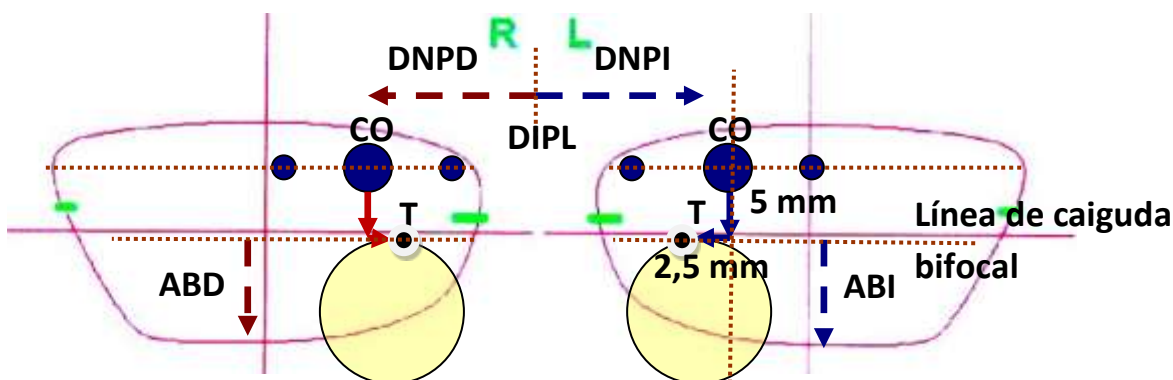

Figura 4
- 1) Marcar el CO de cada lent i traçar una línia paral·lela sobre els tres punts de referència horitzontal del marcat (figura 4).
- 2) A 5 mm cap avall del CO es traça una línia horitzontal, paral·lelament a la línia de referència horitzontal (línia caiguda de la bifocal) i després una línia perpendicular que passa sobre el CO i ambdues línies. Sobre la línia de caiguda de la bifocal descentrant nasalment 2,5 mm des de la línia perpendicular del CO, es marca amb un punxó el punt central de la vora superior de la lentilla o segment (T) (compte: cal verificar el descentrament a efectuar segons que siga UD o UE). Finalment es col·loca el centre de la plantilla metàl·lica del bifocal sobre el punt T i, paral·lelament, sobre la línia de caiguda del bifocal, es dibuixa amb un punxó la forma del segment damunt de la lent.